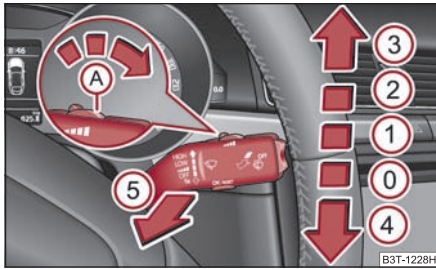

Abb. 73 Scheibenwischerhebel
Der Scheibenwischerhebel ⇒ Abb. 73 hat folgende Stellungen:
- Ist das langsame ② oder schnelle ③ Wischen eingeschaltet ⇒ Seite 74, Abb. 73 und die Geschwindigkeit des Fahrzeugs sinkt unter 4 km/h, wird automatisch in eine niedrigere Wischstufe geschaltet. Bei der Geschwindigkeitserhöhung über 8 km/h wird das vorherige Wischen wieder hergestellt.
Zum Reinigen der Scheinwerfer kommt es nach dem ersten und nach jedem fünften Bespritzen der Frontscheibe, wenn das Abblend- oder Fernlicht eingeschaltet ist und der Scheibenwischerhebel ca. 1 Sekunde in der Position ⑤ ⇒ Seite 74, Abb. 73 gehalten wurde.
- Drücken Sie danach innerhalb von 10 Sekunden den Scheibenwischerhebel in die Position ④ ⇒ Seite 74, Abb. 73 - die Wischerarme fahren in die Servicestellung.